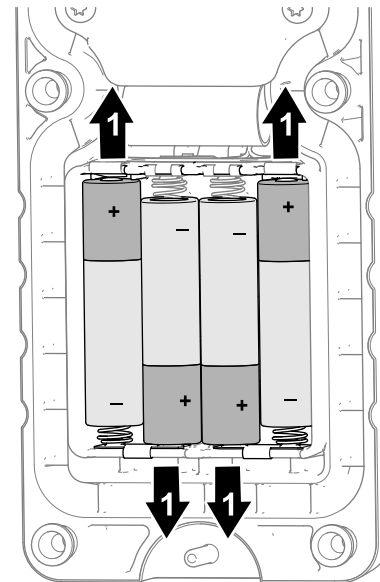

Bild 8
- Legen Sie die neuen Batterien unter Beachtung der unter **Bild 8** gezeigten Polarität in das Batteriefach ein.
Hinweis: Beachten Sie beim Einlegen der Batterien auf die auf dem Batteriefach eingeprägte Polaritätsmarkierung (**Bild 8**), um eine Beschädigung der Kontakte im Batteriefach zu vermeiden. Wenn Sie die Batterien unsachgemäß einlegen, beschädigen Sie zwar nicht das Gerät, aber die Handfernbedienung funktioniert nicht.